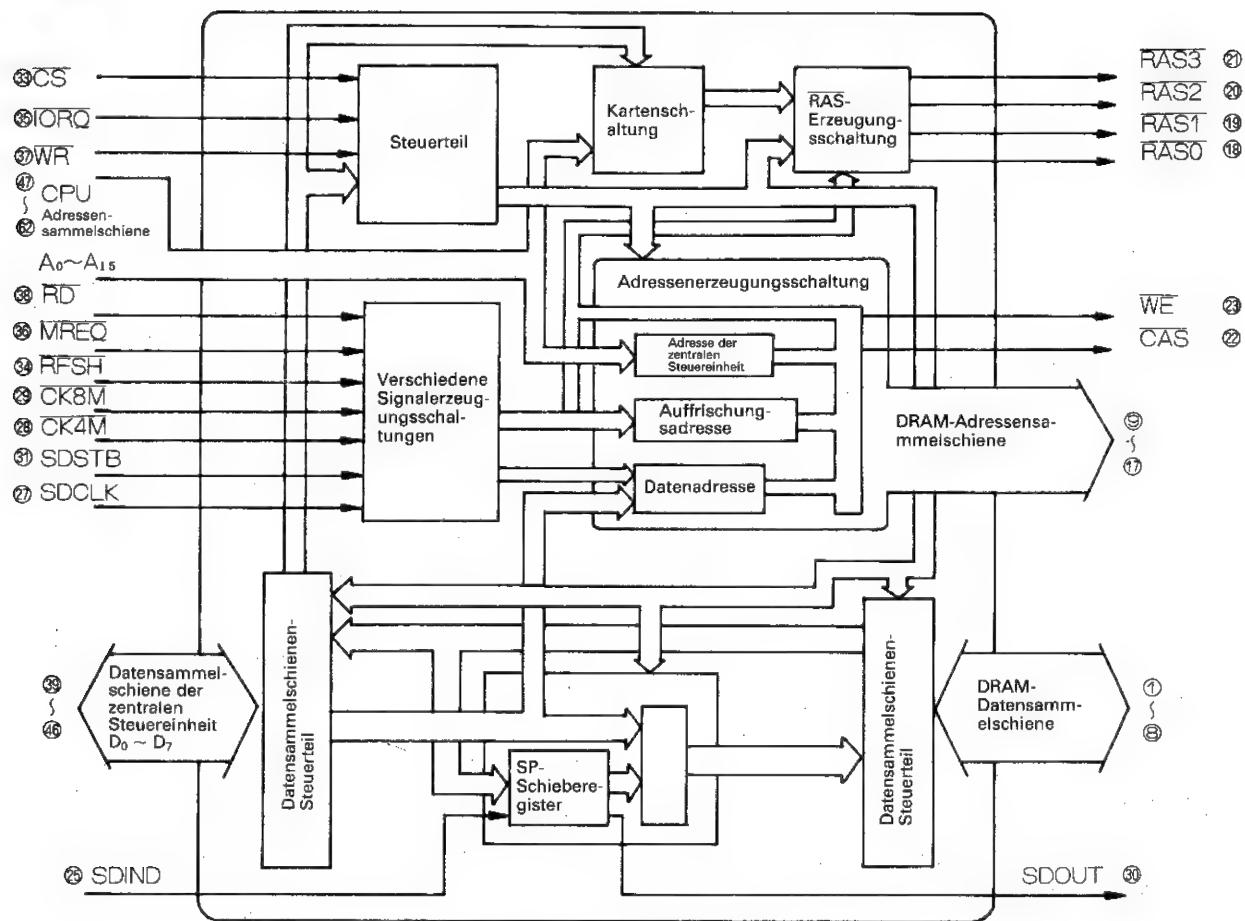

Abbildung 2-1 Blockschaltbild
- **BESCHREIBUNG DES BETRIEBS (SIEHE ABB. 2-1.)**